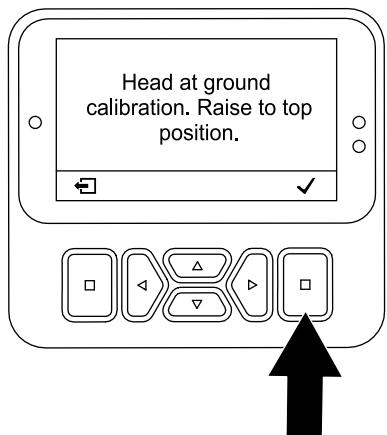

Figura 108
- Si los taladros comienzan a penetrar el suelo – pulse el botón de selección (Figura 108) y ejecute la aplicación TEACH GROUND HEIGHT (ENSEÑAR ALTURA CON RESPECTO AL SUELO); consulte Ejecución de la aplicación Teach Ground Height \(página 40\).